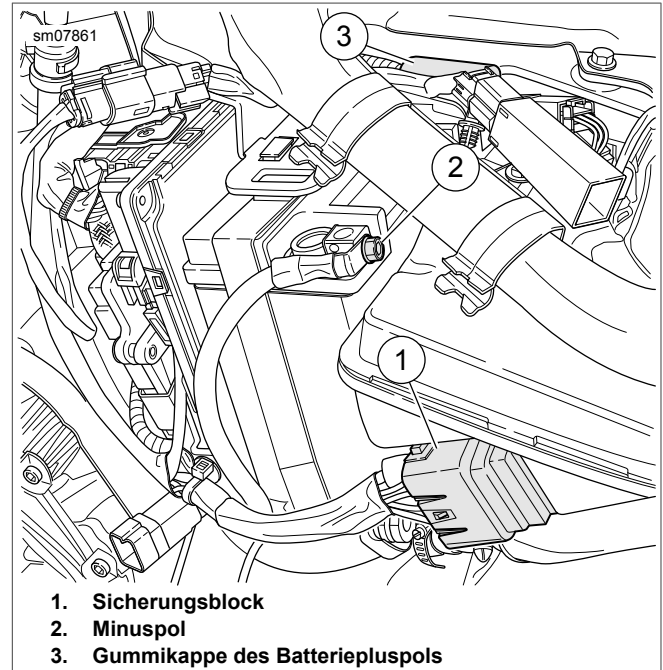
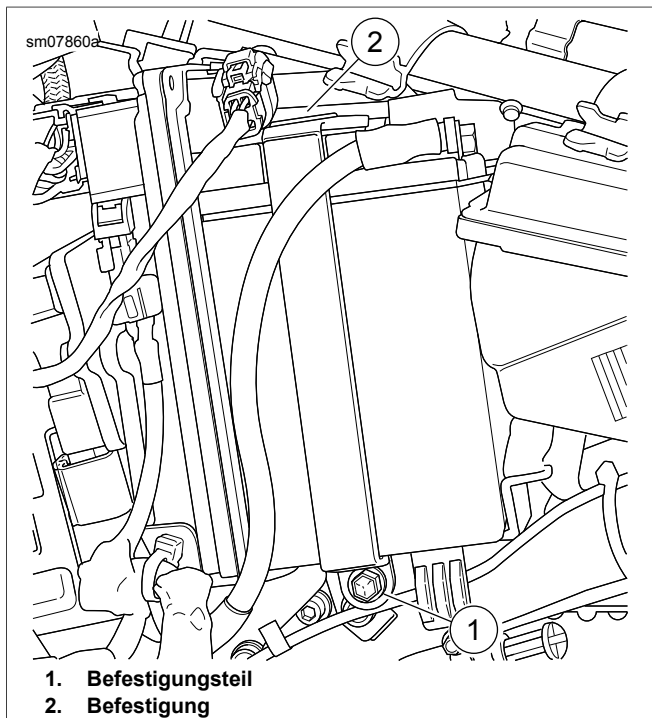

Abbildung 60. Batteriefach
Abbildung 61. Batterieriemens
3. Siehe Abbildung 60. Den Sicherungsblock (1) zur Seite legen.
5. Das Batterieminuskabel vom Minuspol (2) der Batterie abklemmen.
6. Die Gummischutzkappe auf dem Batteriepluspol (3) anheben. Batteriepluskabel abklemmen.
7. Siehe Abbildung 61. Das Batterieriemen-Befestigungsteil (1) entfernen.
8. Den Batterieriemen aus der Befestigung der Batteriegrundplatte (2) oben auf der Batterie aushaken.